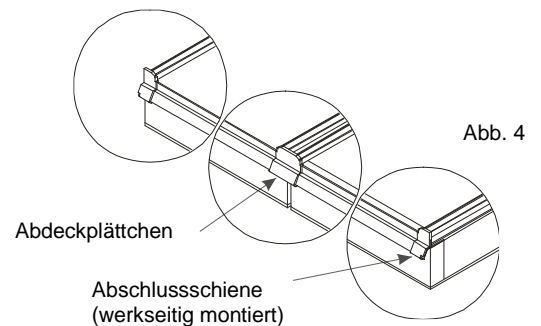

Abb. 4
10. Schrauben Sie nun die Gummi-Abdeckplättchen mit beiliegenden Bohrschrauben (3,9 x 13 mm) an die untere Abschlusschiene, um die Zwischenräume der einzelnen Kollektoren wasserdicht abzudecken (Abb. 4).